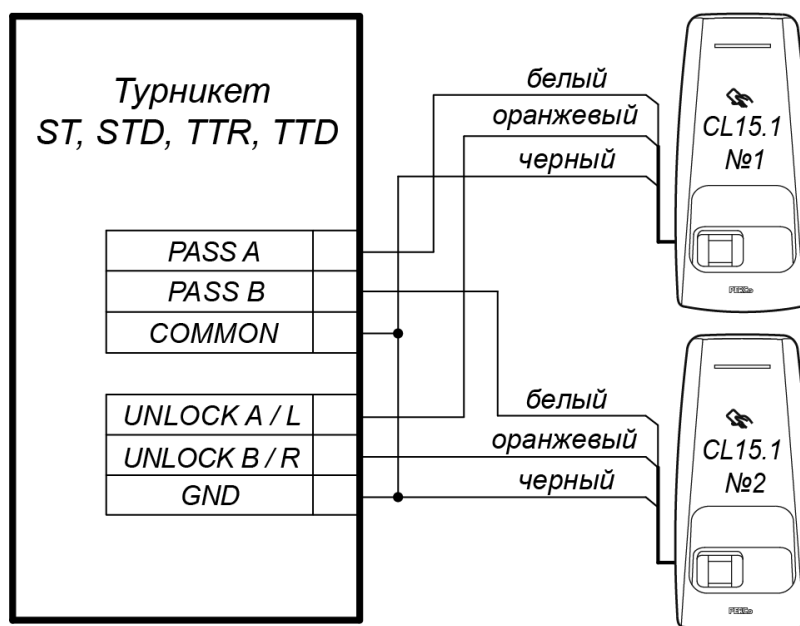

Рисунок 7. Схема подключений турникетов PERCo
- Для турникетов производства **PERCo** параметр ИУ **Режим работы выхода управления** должен быть установлен в значение **Потенциальный** (рис. 7).